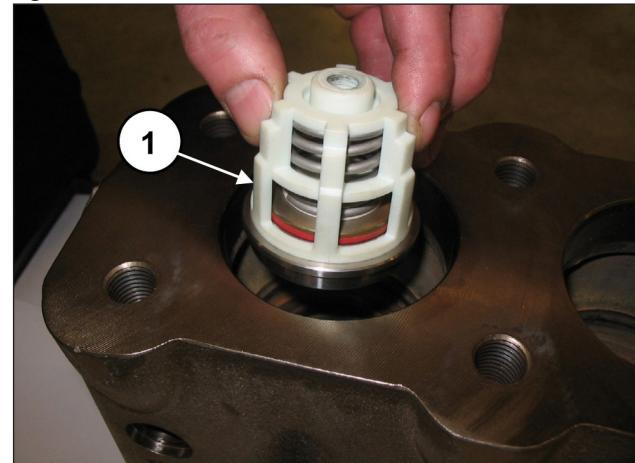
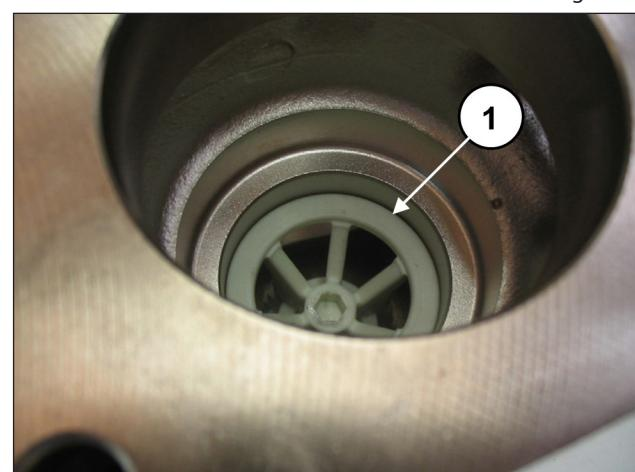

Fig. 115
Fig. 116
Insira o grupo da válvula de aspiração (pos. ①, Fig. 115) e em seguida o distanciador (pos. ①, Fig. 116).
O grupo da válvula completo deve ser inserido completamente até o fundo e apresentar-se como na pos. ①, Fig. 116.